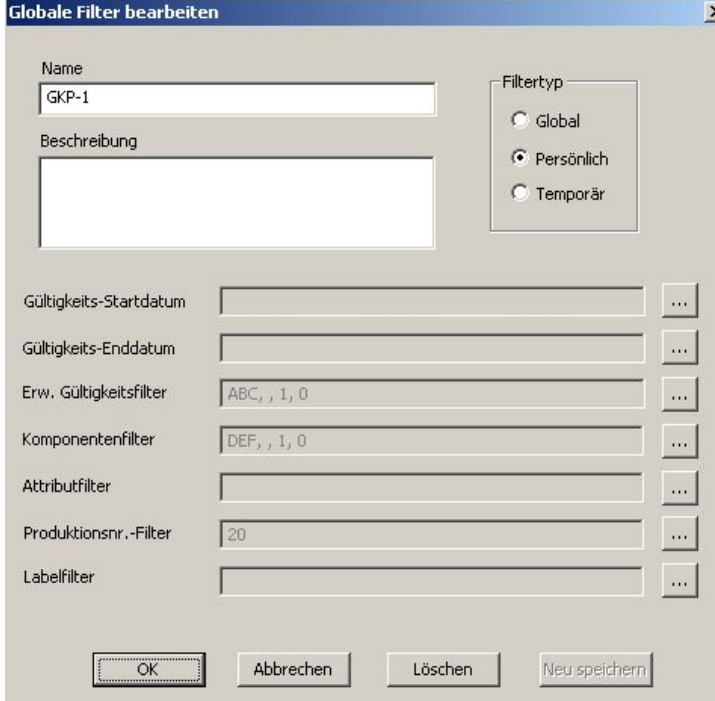

Abbildung 19: Referenziertes Kalkulationsmodell
- ➔ Das Kalkulationsmodell ABC ist als erweiterter Gültigkeitsfilter im Dialog „Filter bearbeiten“ sichtbar. (Siehe Abbildung 19)